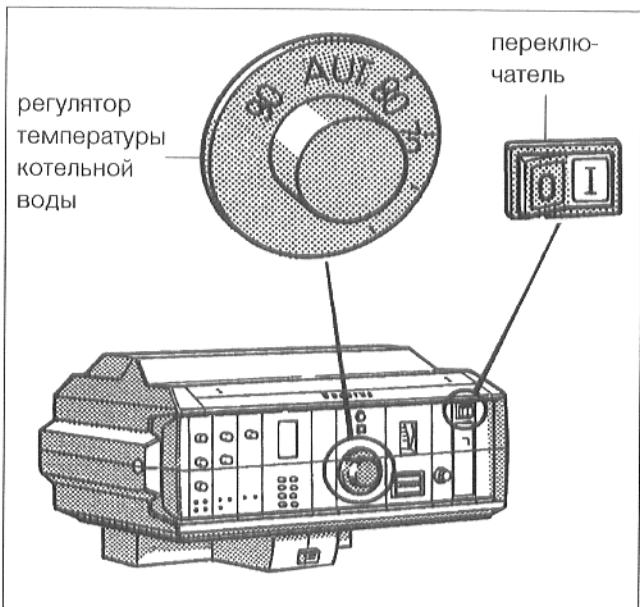
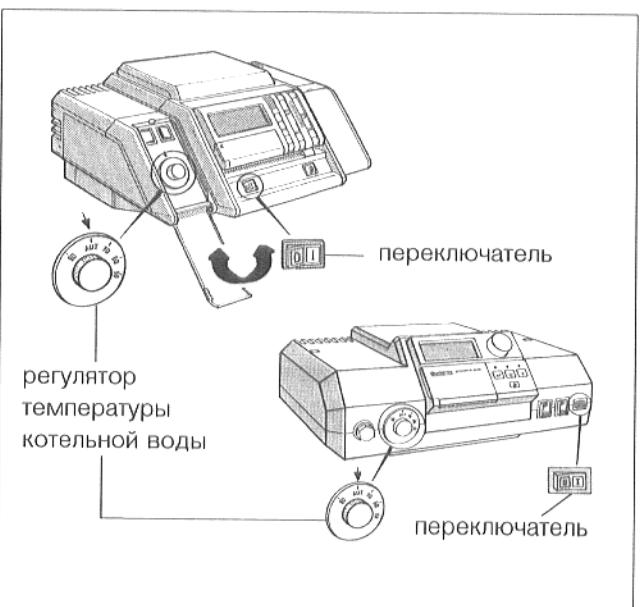

Рис. 27: HS 3220
Рис. 28: системы регулирования 2000 и 4000
Открыть откидную крышку регулятора слева, в направлении вниз (рис. 28).
- Установить переключатель режима работы (рис. 27 и рис. 28) в поз. I (ВКЛ.).
- Установить регулятор температуры котельной воды на желаемую температуру. У "Ecomatic-регулирования" произвести установку на "AUT" (рис. 27 или рис. 28).
Произвести монтаж прозрачного покрытия (рис. 27).
Закрыть левую откидную крышку (рис. 28).
- Установить переключатель режима работы (рис. 27 и рис. 28) в поз. 0 (Выкл.).